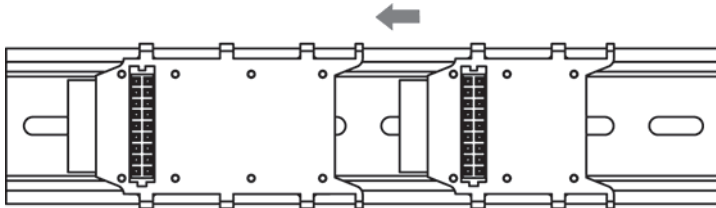

Рисунок 5.1
- соединитель модуля установить замковым соединением с помощью крючков на DIN-рейке (рисунок 5.1);